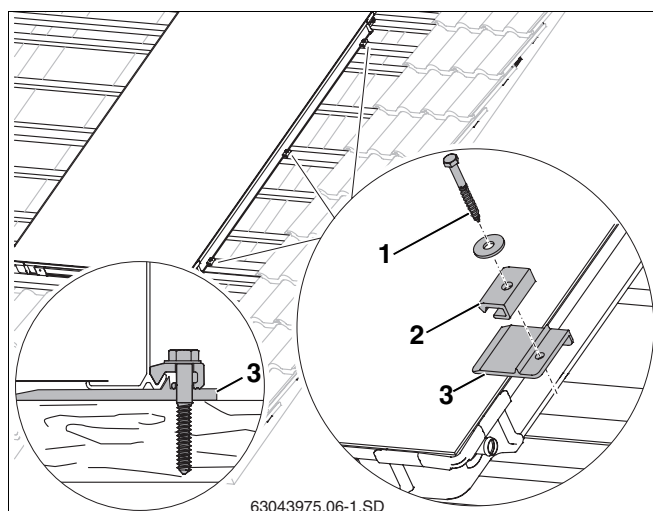

Fig. 25 Posa e avvitamento del primo collettore
- Sollevare leggermente il collettore e spingere fin sotto il collettore le piastre di rinforzo (fig. 25, **pos. 3**) del 2° e del 3° listello aggiuntivo, nonché quelle al centro del collettore di un listello preesistente, finché l'alzata non urta contro il bordo inferiore del collettore.
- Per permettere l'inserimento della vite (fig. 25, **pos. 1**) è necessaria una sgrossatura con una punta da trapano da 4 mm.
- Fissare i giunti di collegamento unilaterali (fig. 25, **pos. 2**) con vite 6x40 (fig. 25, **pos. 1**) e rondella (utilizzare una chiave SW 10).